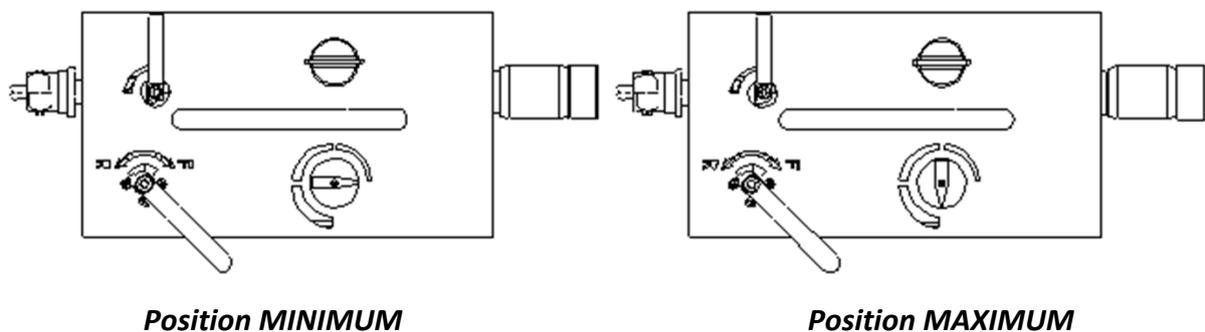

Figure 9.1.1
- Démarrer la machine pendant 20 secondes à lubrification maximale (bouton du dispositif de lubrification à MAX - Fig. 9.1.1)
- Démarrer la machine pendant 30 secondes à lubrification minimale (bouton du dispositif de lubrification à MIN - Fig. 9.1.1)